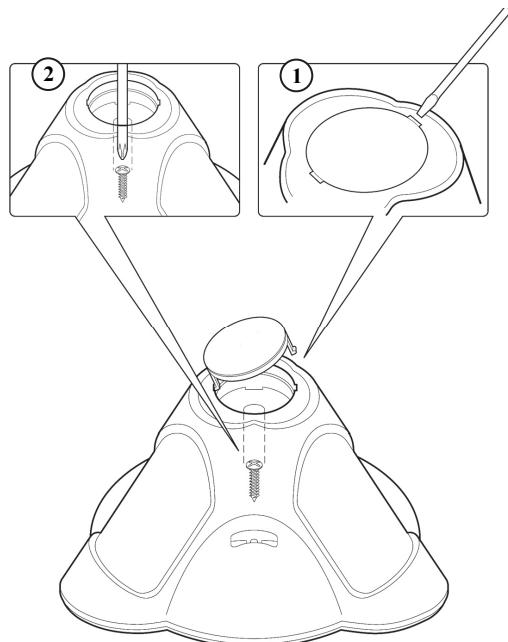

FIGURA 1
Para abrir o detector (**Figura 1**), retire a tampa inserindo uma chave de fenda (1) no encaixe entre a tampa de proteção e a capa. A capa permanece unida à base do detector.